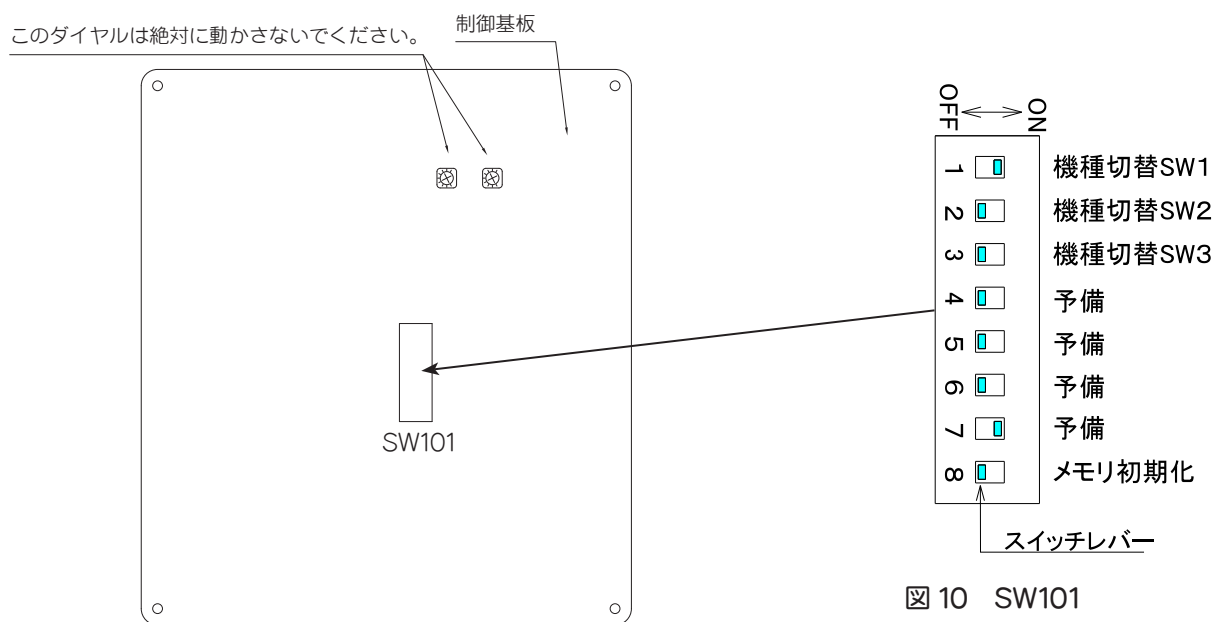

図 9 制御基板
- ①電源を切る。
- ②前面板（上）を開く。
- ③操作パネルの固定ネジ（4本）を外し、操作パネルを開く。
- ④SW101の各スイッチを切り替える。（☞ ページ 56、図 9、10 参照）
- ⑤操作パネル、前面板（上）を元に戻す。
- ⑥電源を入れる。